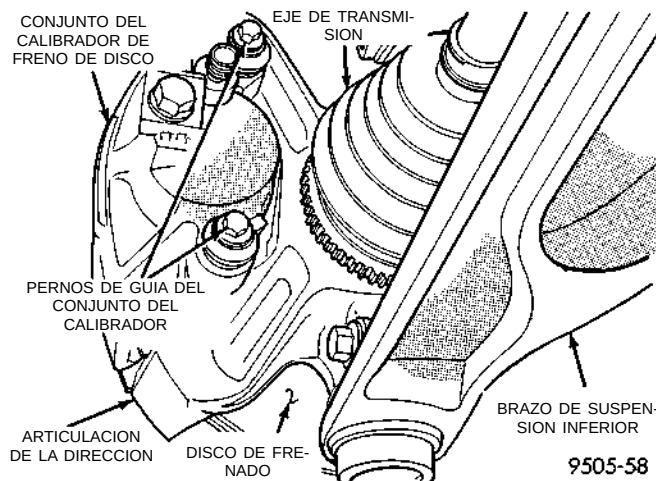

Fig. 58 Pernos de guía del calibrador
(1) Eleve el vehículo sobre gatos fijos o céntralo sobre un elevador. Consulte Elevación en la sección de Lubricación y mantenimiento de este manual.
(2) Retire del vehículo los conjuntos de rueda y neumático delanteros.
(3) Retire los 2 pernos de guía (Fig. 58) que fijan el calibrador a la articulación de la dirección.
(8) Instale los pernos de guía del calibrador (Fig. 58) y apriételos con una torsión de 18 a 20 N·m (192 lbs. pulg.). **Debe tenerse extremo cuidado de no cruzar los hilos de rosca de los pernos de guía del calibrador.**
(9) Instale el conjunto de rueda y neumático.
(10) Apriete las tuercas de los pernos espárrago de instalación de la rueda en la secuencia adecuada hasta que todas estén con la mitad de torsión de la especificación. Después repita la secuencia de ajuste hasta que complete la especificación total de 135 N·m. (100 lbs. pie).
(11) Retire los gatos fijos o baje el elevador. **Antes de mover el vehículo, bombee varias veces el**